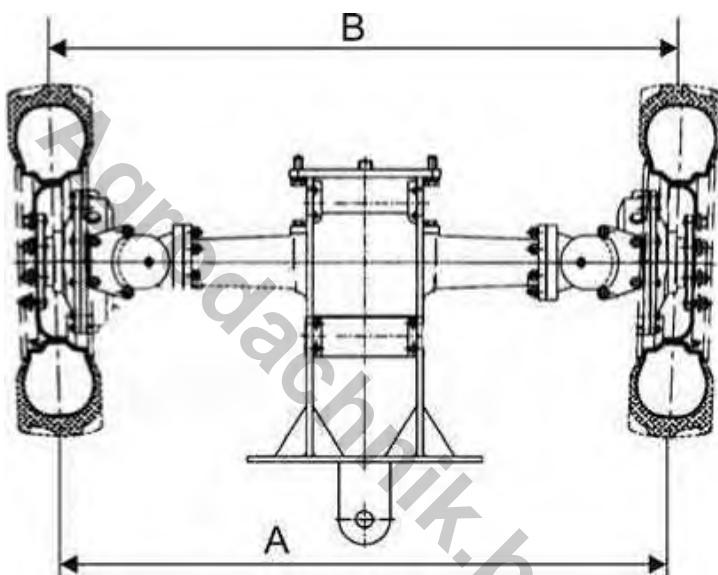

Рисунок 5.3. Регулировка схождения передних колес
- 4) Рулеткой замерять расстояние «В» между нанесенными метками с точностью до 1 мм как, показано на рис. 5.3.